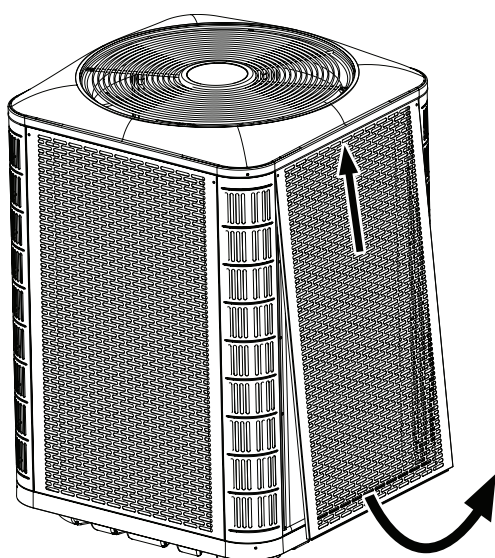
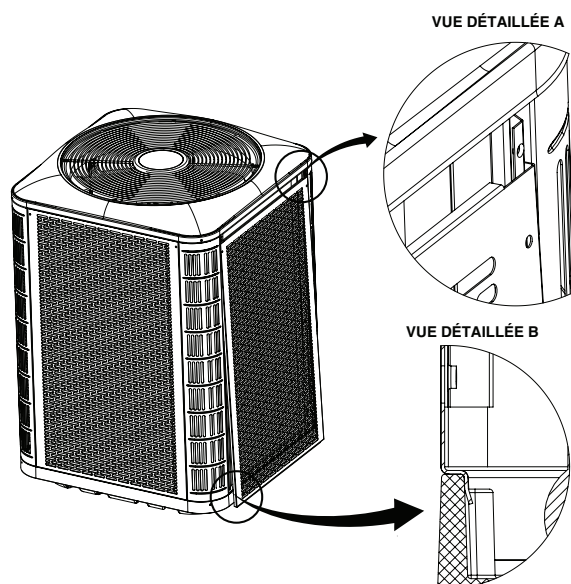

Figure 3. Désassemblage du panneau
Figure 4. Installation du panneau
- Pour accéder aux composants internes de l'appareil, consultez la Figure 3, \(page 8\) pour désassembler le panneau et la Figure 4, \(page 8\) pour installer le panneau.
2. Glissez le panneau vers le haut et le bac supérieur pour dégager la bride inférieure du bac inférieur. Voyez la Figure 3.
1. Insérez les coins supérieurs des brides latérales du panneau dans les rainures du montant de coin, tel que montré au détail A dans la Figure 4.